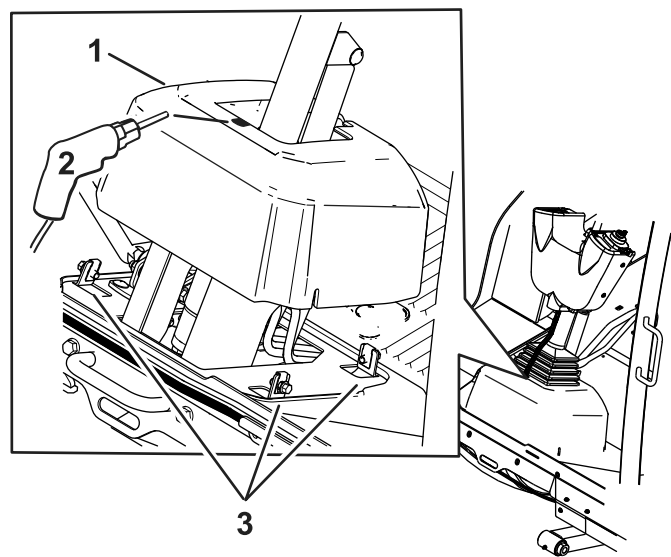

Рисунок 13
- 1. Ослабьте болты вокруг основания рулевой колонки (Рисунок 13).
- 2. Поднимите основание вверх и просверлите отверстие диаметром 22 мм, как показано на Рисунок 13